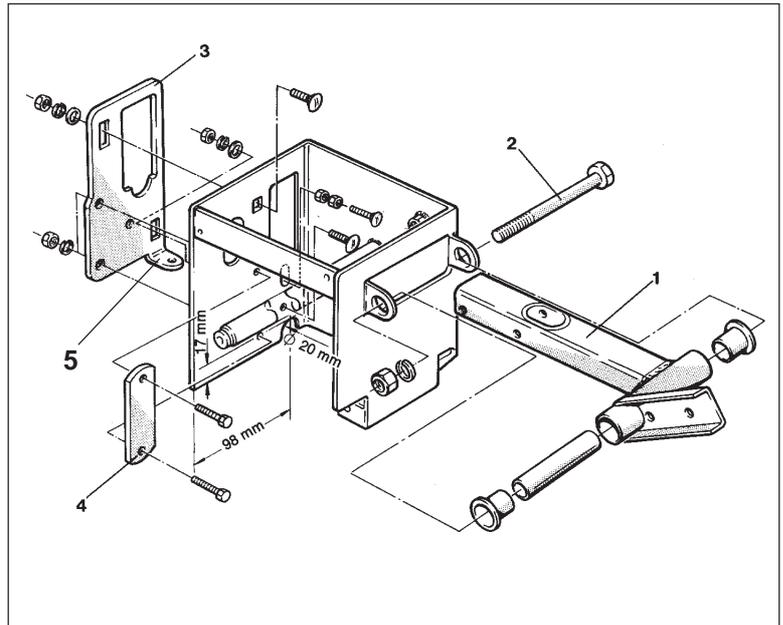

Fig. 26.59
- Desmontar la palanca (fig. 26.59/1) tras aflojar el tornillo hexagonal M10 x100 DIN 931 (fig. 26.59/2).
- Fijar por el exterior la placa que sirve de tope (fig. 26.59/3) en la caja de conexión.
- Basándose en la fig. 26.59, realizar con la fresa si es preciso un rebaje en la pared de la caja de conexión para que pueda pasar la brida (fig. 26.59/5).
- La placa (fig. 26.59/4) sirve para fijar los componentes hidráulicos y debe ser posteriormente atornillada con los mismos.